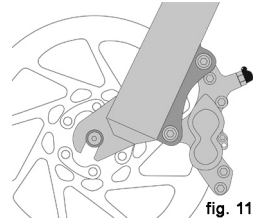
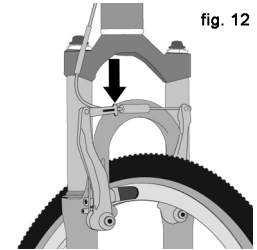

fig. 11
fig. 12
3. Sommige fietsremmen zoals schijfremmen (afbeelding 11) en V-brakes (afbeelding 12) zijn extreem krachtig. Gun uzelf tijd om u met de kracht en doseerbaarheid van deze remmen vertrouwd te maken en wees voorzichtig als u deze remmen gebruikt.